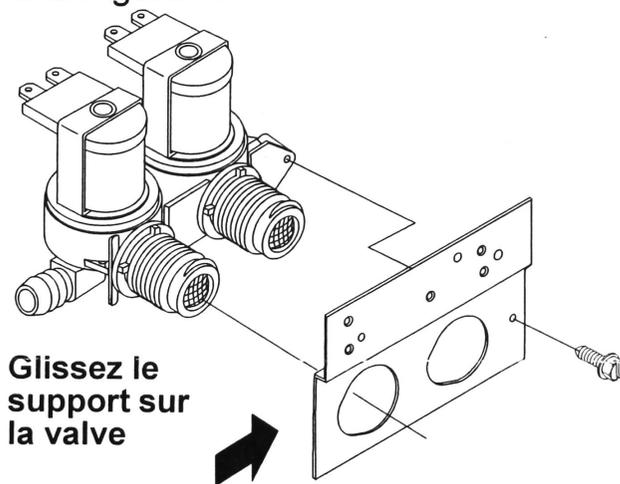

Figure 1
2. Si la valve livrée avec cette trousse n'est pas un remplacement direct de la valve défectueuse, vous devez absolument poser le support (livré avec cette trousse) sur la valve de rechange neuve à l'aide de la vis fournie, et ceci avant de poser la valve de rechange neuve sur votre laveuse. Reportez-vous à la Figure 1.